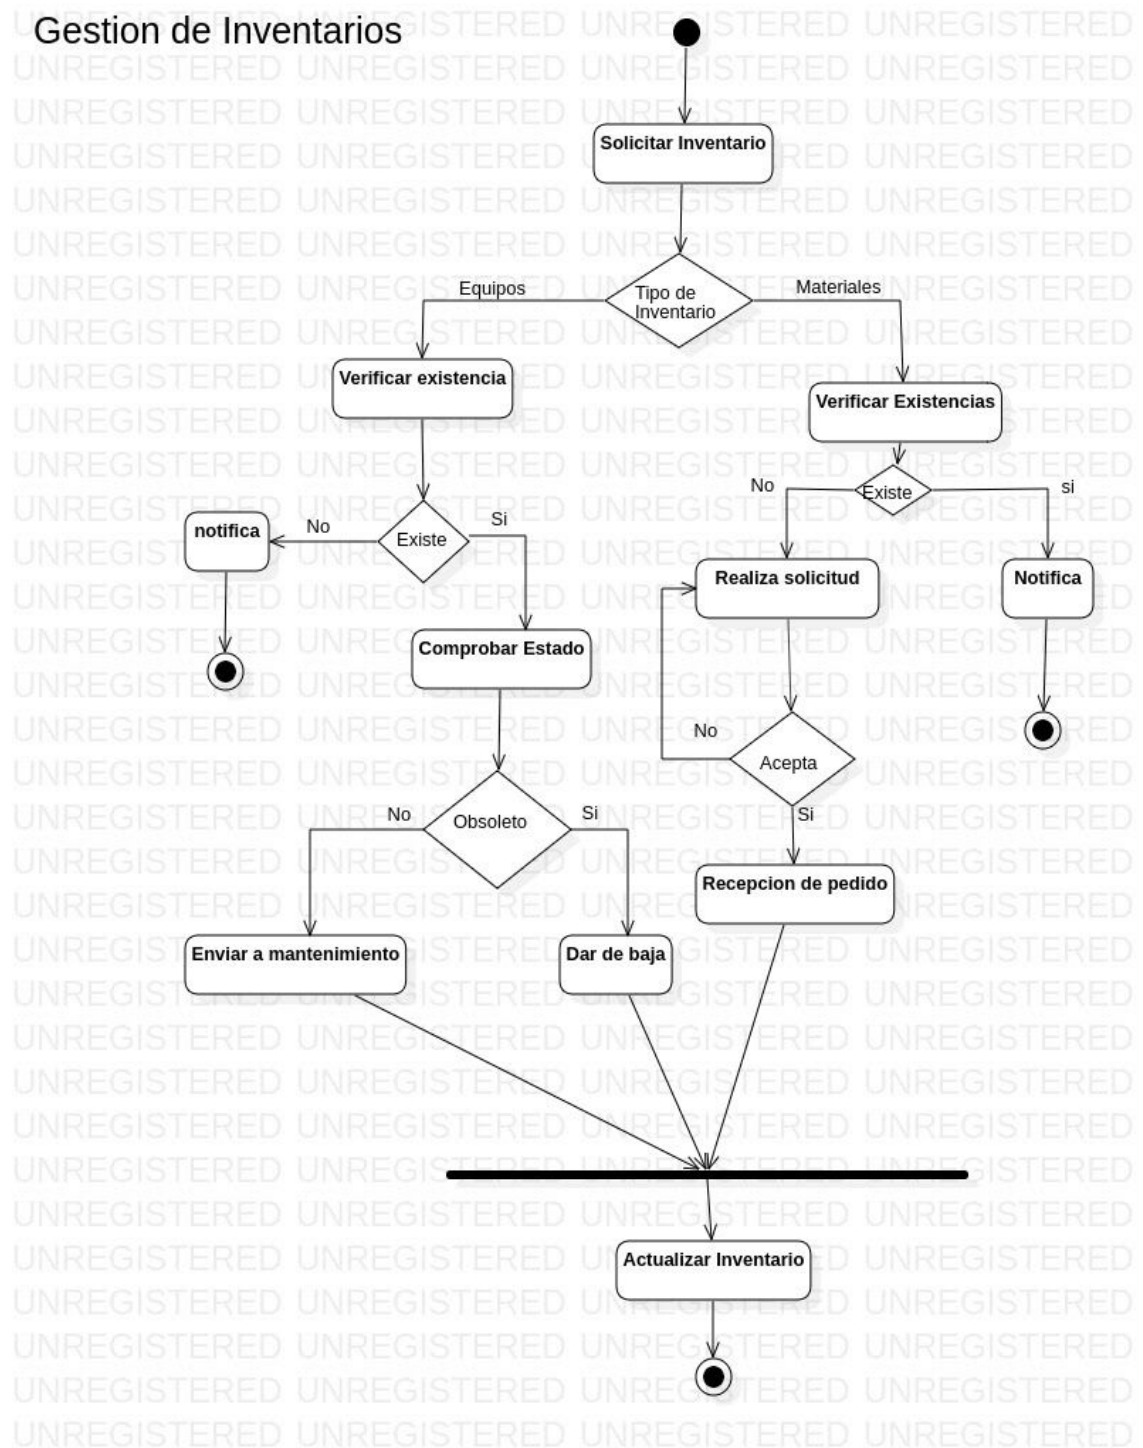

Fig. 4 Gestión de Inventarios
- 6. Y luego de eso se actualiza el inventario(Fig. 4).